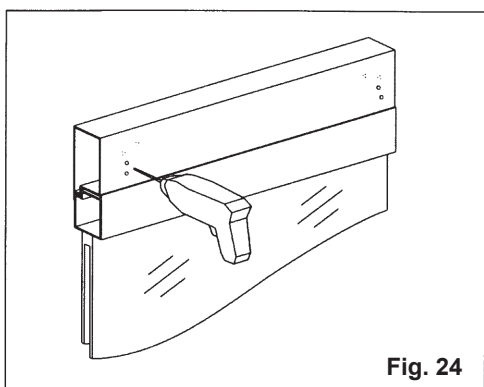

Fig. 24
- 4) **Fig. 24/25** - Con un trapano idoneo eseguire quattro fori di $\varnothing 3,7$ mm sul telaio e fissare con le apposite vitila staffa;